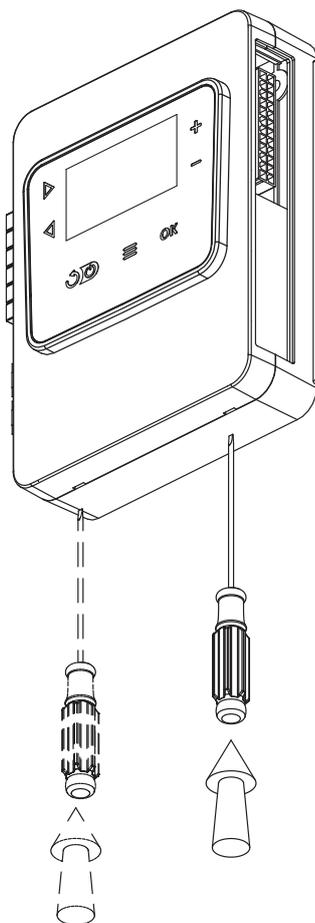

Рис.25 Демонтаж лицевой панели
3. снимите контроллер с основания (Рис.25);